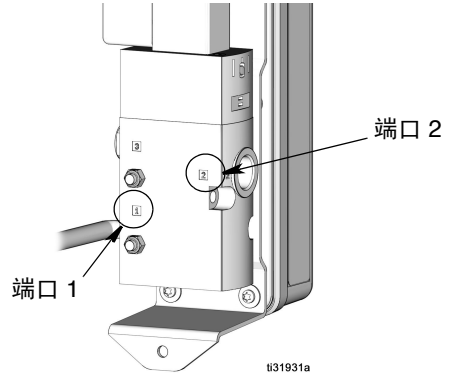

图 32
6. 给管件的公螺纹涂上螺纹密封剂。将供气管路连接到端口 1 (图 32)。
7. 给管件的公螺纹涂上螺纹密封剂。将连接至泵空气入口的管路连接到端口 2 (图 32)。